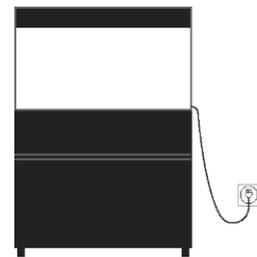

图 1：滴水环
- b. 为了避免弄湿装置的插头或插座，保持水族箱直立，使其靠在墙的一侧，并在墙上安装插座，以防止水滴到插座或插头上。您应该为连接水族箱装置和插座的电线建立“滴水环”（见图 1）。“滴水环”是电线的一部分，位于插座或电线连接器下方。如果有必要，使用延长线，防止水沿着电线流到插座内。如果插头或插座被打湿，不要拔下电线。断开保险丝或断路器，让装置断电。然后拔下设备插头，检查插座内是否有水。